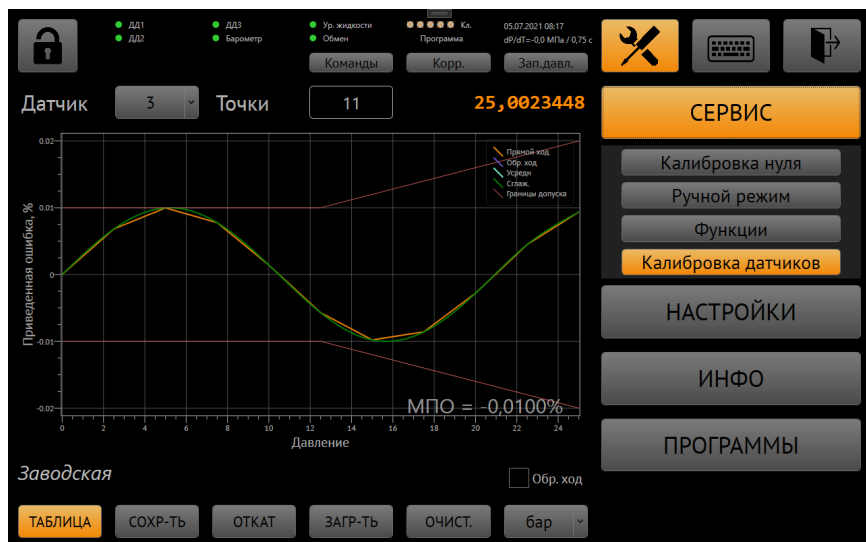

Рис. 13. Графики калибровки датчиков
7.8.2.1.7 Пользователь может посмотреть график приведенной ошибки путем нажатия кнопки с фиксацией **ГРАФИК** (Рис. 13). На графике изображаются следующие зависимости: